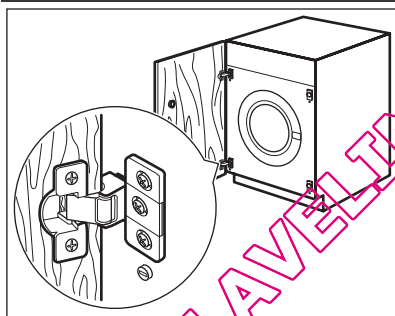

Fig. 2
- L'appareil tel qu'il vous a été livré permet l'assemblage d'une porte s'ouvrant de droite à gauche (Fig. 2).